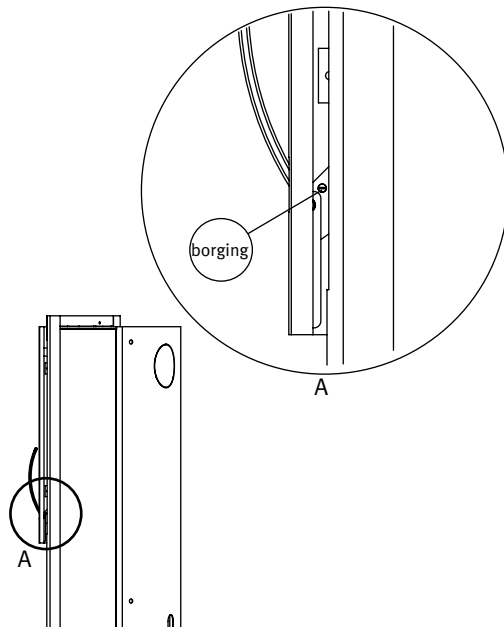

fig. 4
2. Open de deur door eerst het schroefje in de hendel rechts van de ruit los te draaien en de hendel vervolgens omlaag te duwen (zie fig. 4).